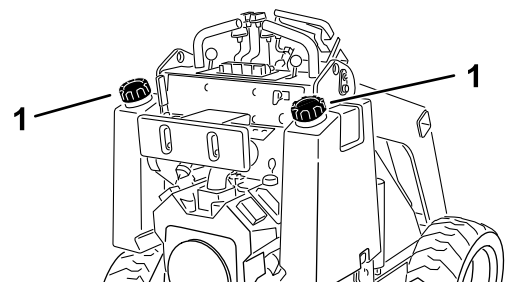

Bild 6
3. Reinigen Sie den Bereich um den Tankdeckel und nehmen Sie den Deckel ab (**Bild 6**).